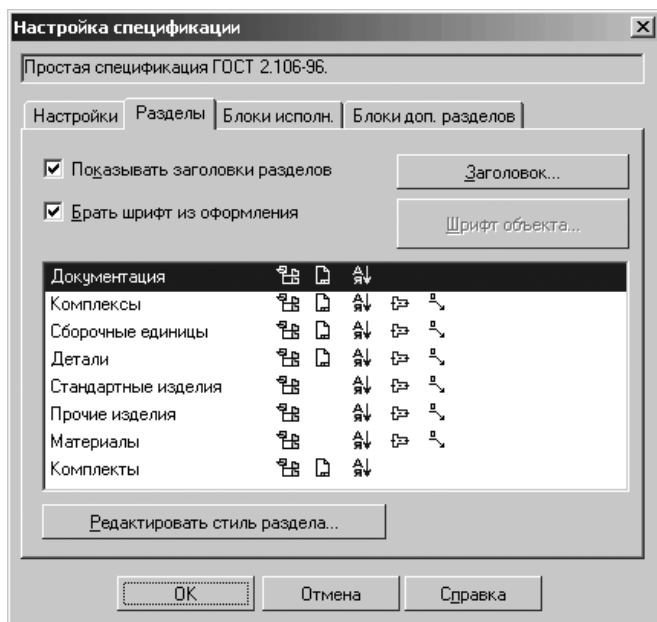

Рис. 9.61. Диалоговое окно **Настройка спецификации** с открытой вкладкой **Разделы**
- щелкните в диалоговом окне **Настройка интерфейса** по вкладке **Разделы**. Откроется вкладка **Разделы** (рис. 9.61).